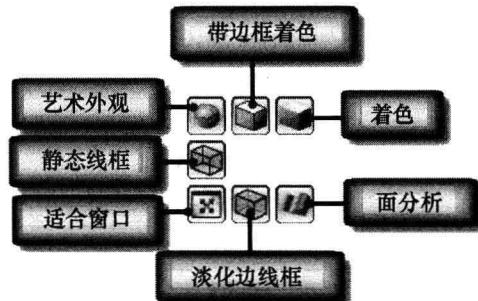

图 1-3 快捷图标
- 10) 按住 MB3 两秒：弹出如图 1-3 所示的快捷图标，按住 MB3 保持不变且移向图标即可选择命令。